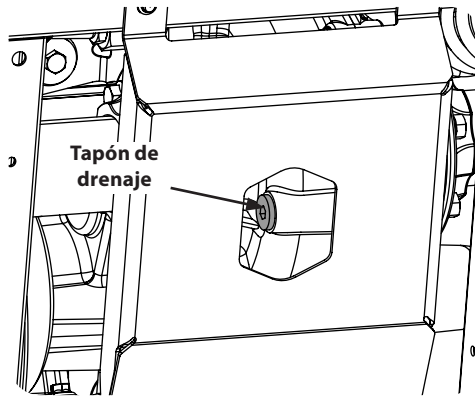

Figura 4-5
4. Acceda al tapón de drenaje que está debajo de la máquina y saque el tapón. Consulte la Figura 4-5.